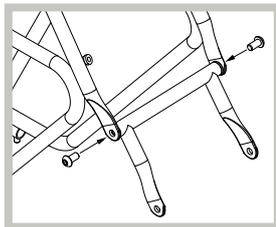

Figure 1
1. Fixez, sans serrer, le cadre principal du porte-bagages aux bras avant du porte-bagages à l'aide de deux (2) vis M6. Ne serrez pas les vis. (Figure 1)